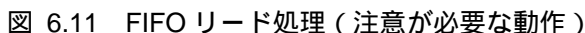

図 6.11 FIFO リード処理（注意が必要な動作）
図 6.11 の (3) はバイト境界がある状態から、EPnFIFO_Rd_H,L レジスタを用いてワード読み出しを行った場合の動作です。High 側には不定のデータが出力され、Low 側にデータ J が出力されます。リードのポインタは 1 バイト分のみ進みます。図 6.11 の (4) はバイト境界が無いが残りデータが 1 バイトの状態から、EPnFIFO_Rd_H,L レジスタを用いてワード読み出しを行った場合の動作です。High 側にはデータ X が出力され、Low 側には不定データが出力されます。リードのポインタは 1 バイト分のみ進みます。